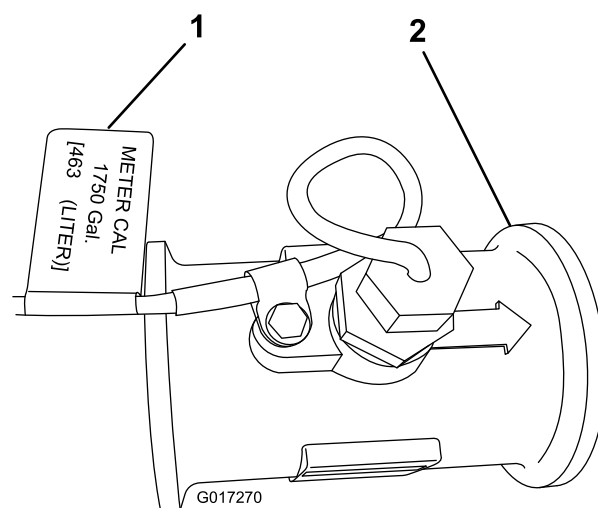

図 10
**注** Meter Cal 初期値フローメータの基本設定値はフローメータ本体のラベルまたはコードについているタグに記載されています 図 10。